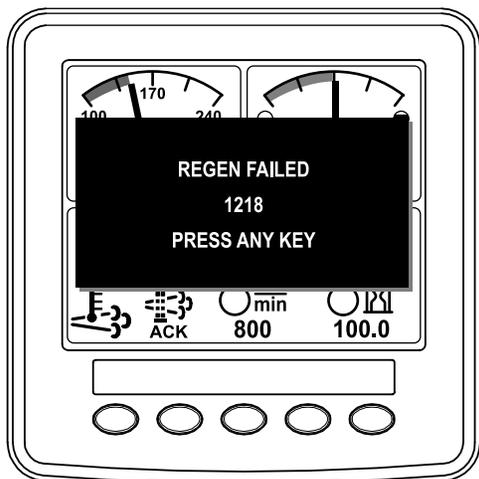

Рисунок 63
**Примечание:** Если регенерацию не удалось завершить, на дисплее инфо-центра появляется информационное сообщение № 1218 (Рисунок 63). Для перехода на главный экран нажмите любую кнопку.